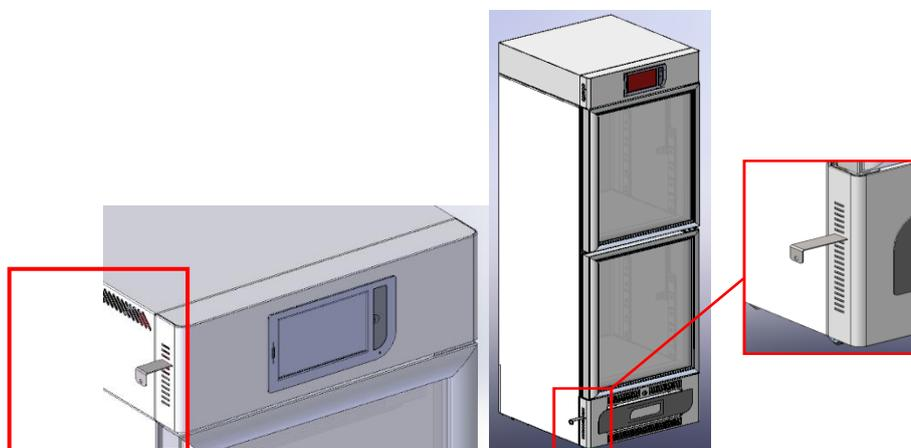

Fig. 28 – position et insertion clé modèles 2 températures
- **Pour les modèles 2 températures :** Insérer la clé dans la fissure dédiée placée à côté de la façade en correspondance de la serrure (aussi bien pour le compartiment supérieur que pour le compartiment inférieur fig. 28) et maintenir appuyée la clé sur le levier de déblocage lorsque l'on procède à l'ouverture de la porte (en relâchant le mécanisme, la porte sera à nouveau bloquée)(fig. 27).